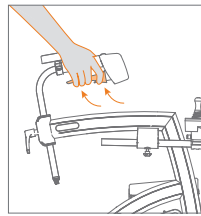

Figure 28: Serrez le frein de stationnement.
- c. Vous voulez utiliser le frein de stationnement pour que le déambulateur ne se déplace pas ? Serrez d'abord les freins à main et serrez simultanément les leviers du frein de stationnement. Relâchez ensuite les freins. Votre déambulateur est maintenant en position de stationnement (**Figure 28**).